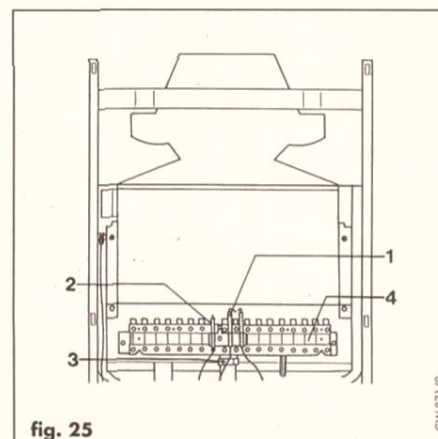
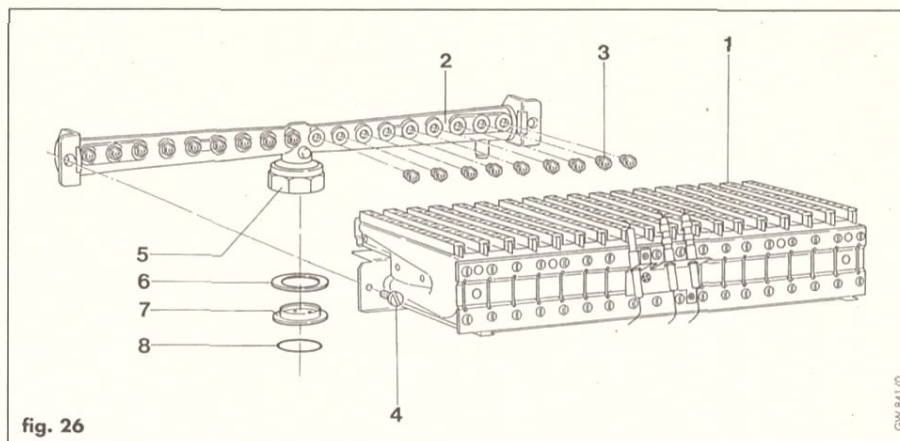

fig. 25
fig. 26
- Scollegare i fili dagli elettrodi di accensione e rilevazione di fiamma (1 e 2, fig. 25).
- Allentare il raccordo gas (3, fig. 25), togliere le viti (4, fig. 26) e sfilare in avanti il bruciatore.
- Svitare il raccordo gas (3, fig. 25) ed estrarre la rampa ugelli dall'apparecchio.
- Sostituire gli ugelli del bruciatore (3, fig. 26) con quelli del nuovo tipo di gas.
- Allentare il raccordo gas (5, fig. 26), togliere le viti (4, fig. 26) e sfilare in avanti il bruciatore.
- Svitare il raccordo gas (5, fig. 26) ed estrarre la rampa ugelli dall'apparecchio.
- Sistemare come evidenziato in fig. 26, l'O-ring (8), il pre-ugello (7) e la guarnizione (6) nella esatta sequenza.